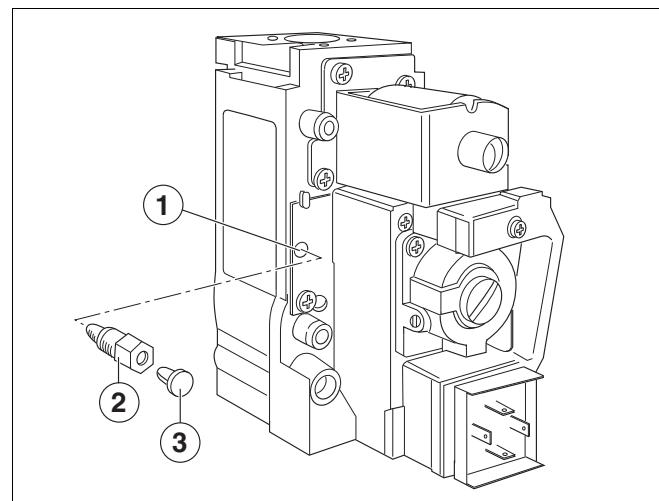

Fig. 1 Apparecchiatura Honeywell VR 4601 C/CB
- Rimuovere il cappuccio di protezione dall'apertura del carico d'avviamento della nuova valvola e avvitare uno degli adattatori di carico d'avviamento in dotazione (fig. 1):
Innestare eventualmente il cappuccio di protezione dell'apertura del carico d'avviamento sull'adattatore (fig. 1).